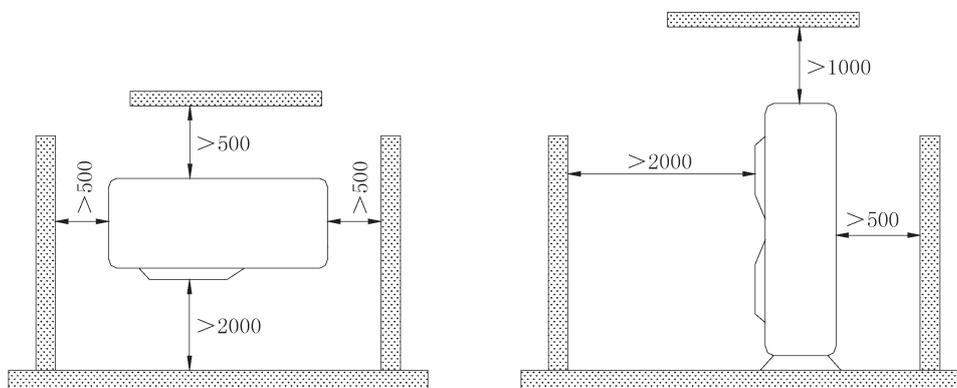

Fig.5
5. O espaço de instalação da unidade deve estar conforme a Fig. 5.